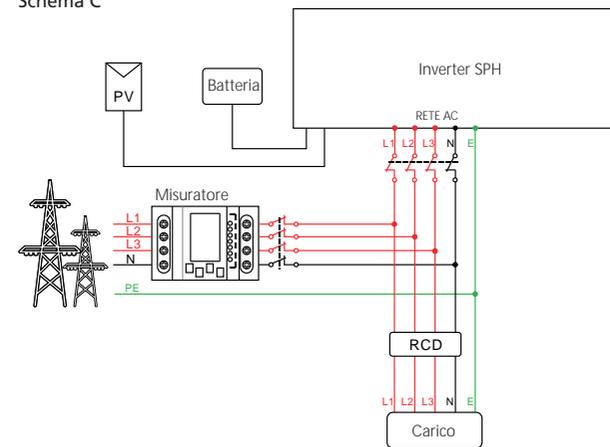

Fig. 5.22
- Riferirsi a Fig. 5.22 nel caso si vuole usare la sola connessione alla Rete elettrica, collegarsi quindi alla rete e lasciare flottante l'USCITA EPS.